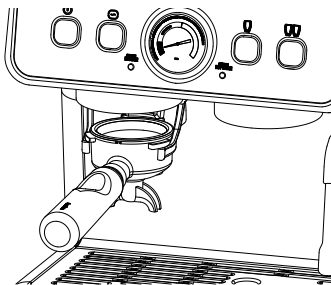

Fig. 6
3. Como se muestra en la fig. 6, coloque el portafiltro (12) con un filtro de una taza (13) o un